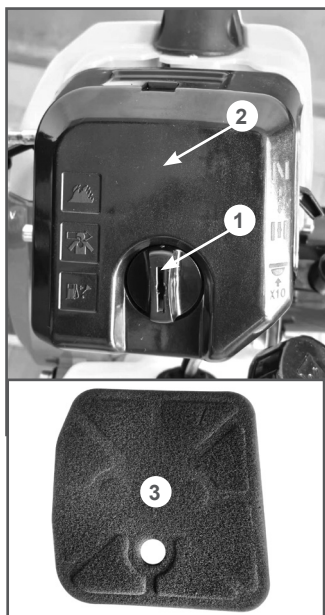

Рис. 17 Воздушный фильтр
1. Открутите винт 1 и снимите крышку воздушного фильтра 2 (Рис. 17).
6. Очистите от загрязнений крышку воздушного фильтра (Рис. 17).